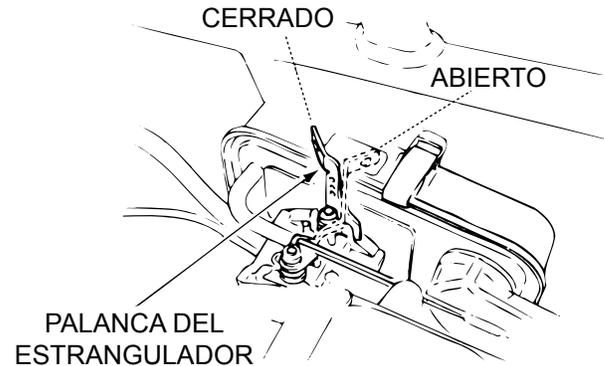

Figura 8. Palanca del estrangulador
3. Cierre la palanca del estrangulador (Figura 8) y mueva la palanca del acelerador a la posición completamente abierta. Girar la palanca del estrangulador 90° a la derecha cierra el estrangulador. En clima frío, arranque la unidad con el estrangulador completamente cerrado. En climas cálidos o cuando el motor está caliente, se puede encender la unidad con el estrangulador a medio camino o completamente abierto.
5. Si el motor no arranca, mueva la palanca del estrangulador (Figura 8) a la posición de apertura media para evitar desbordamiento.